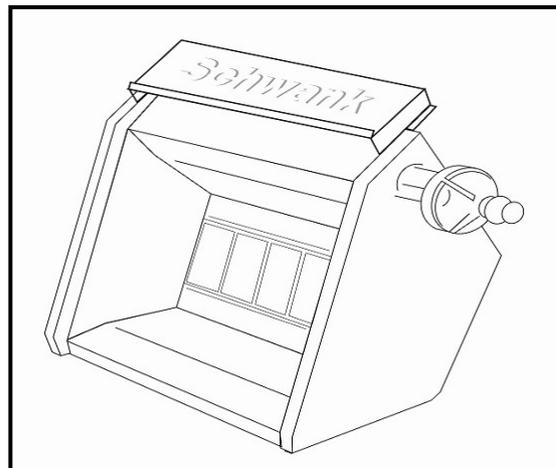

Fig. 32 : Mise en place du spoiler
- ⇒ Replier les 4 languettes sur les bords du spoiler (voir Fig. 32/33).